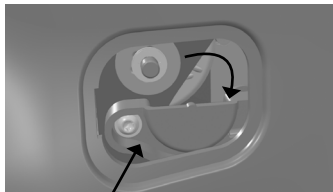

Abb. 9
- Dahinter befindet sich die Notverriegelung (Abb.9).
- Sicherungskappe mit Hilfswerkzeug nach unten kippen (Abb.9).